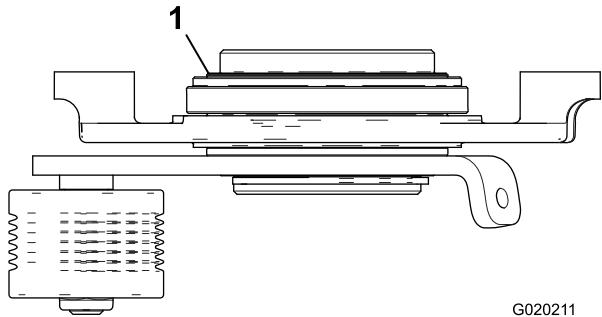

図 11
**重要** Oリングを忘れずに、また、正しい向きでピボット・ハブに取り付けること（図 11）。